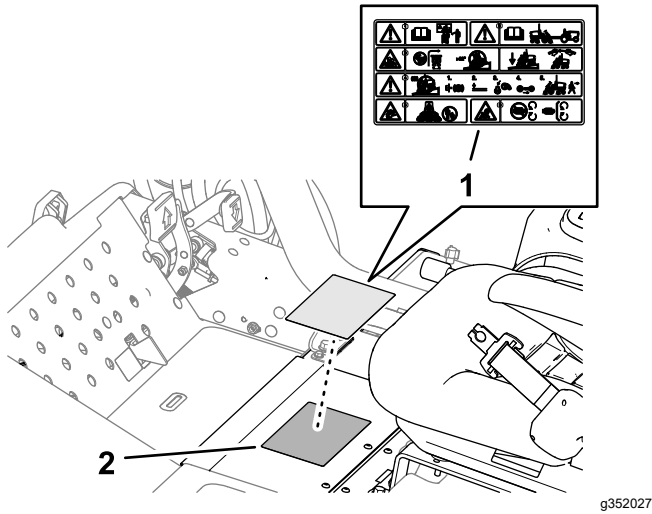

Figure 23
1. Utilisez de l'alcool pour nettoyer l'autocollant de sécurité standard, et laissez sécher le cadre (Figure 23).
2. Retirez le film protecteur et apposez l'autocollant de sécurité CE (réf. 121-7928) sur l'autocollant de sécurité standard, comme montré à la Figure 23.